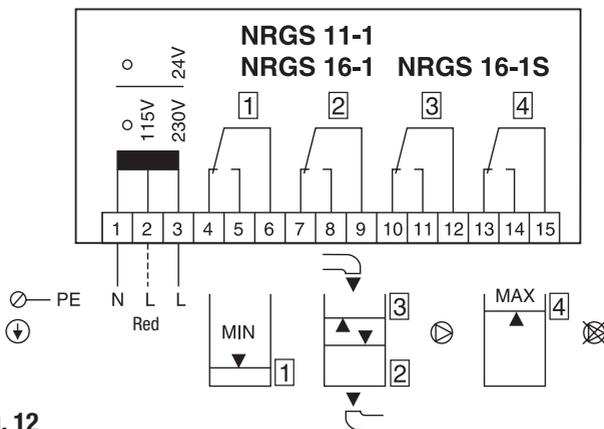

Fig. 12
1. Controlar si el cableado del sistema está conforme al plano de conexiones. **Fig. 12.**